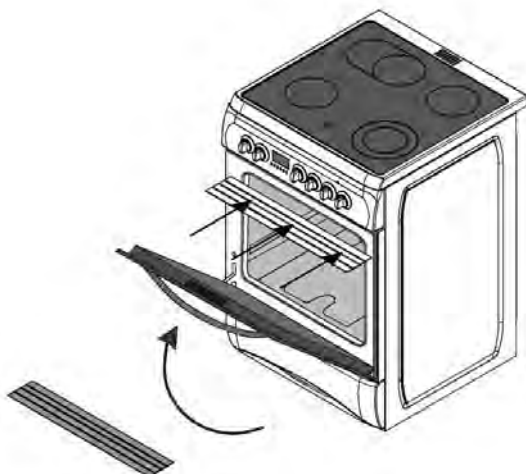

Figure 1
1. Afin de protéger le panneau de configuration de votre four, une plaque a été conçue. (Figure 1)